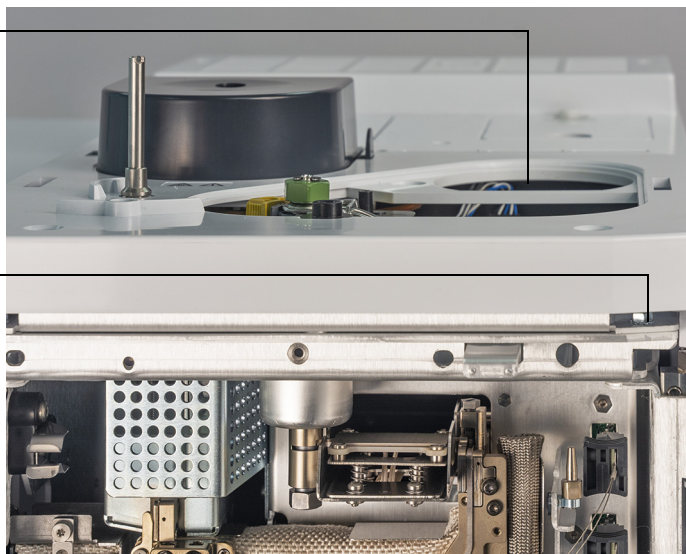

Figura 13. Tampa do injetor do GC e placa de acesso dos parafusos de compressão
- 6 Remova a tampa do injetor. (Consulte **Figura 13.**)